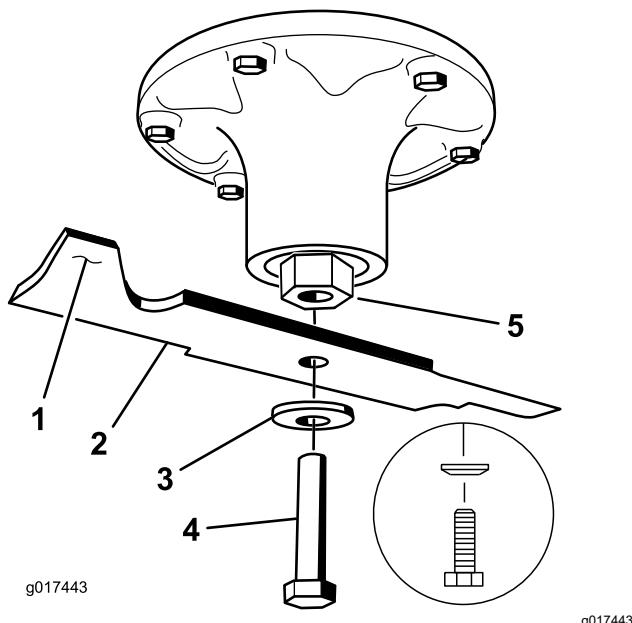

Рисунок 78
2. Вийміть болт ножа, зігнуту шайбу та ніж з вала шпінделля (Рисунок 78).
1. Встановіть ніж на вал шпинделя (Рисунок 78).
2. Встановіть вигнуту шайбу та болт ножа (Рисунок 78).